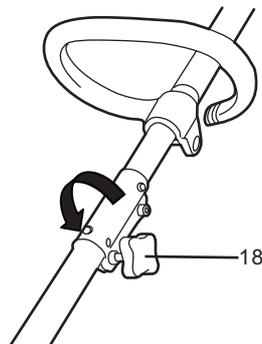

Fig. 2c
- 4). Verrouillez la connexion en tournant le bouton de verrouillage (18) dans le sens inverse des aiguilles d'une montre (fig. 2c).